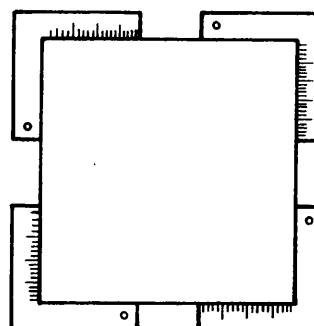

Fig. 8
- b) Los cuatro ángulos están a escuadra (fig. 8). Se dice también que los cuatro ángulos son rectos, o que son de noventa grados ( $90^\circ$ ).